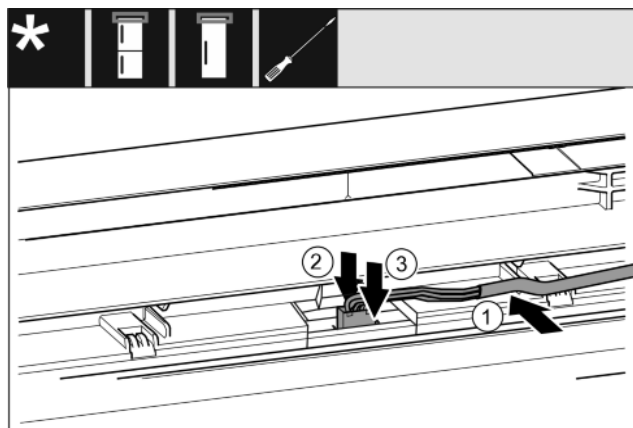

Fig. 35
- ▶ Umetnite sivi kabel u vodilicu u gornjim vratima. Fig. 35 (1)
- ▶ Uskočni jezičac pritisnite prema natrag Fig. 35 (2)
- ▶ Pustite da utikač uskoči. Fig. 35 (3)